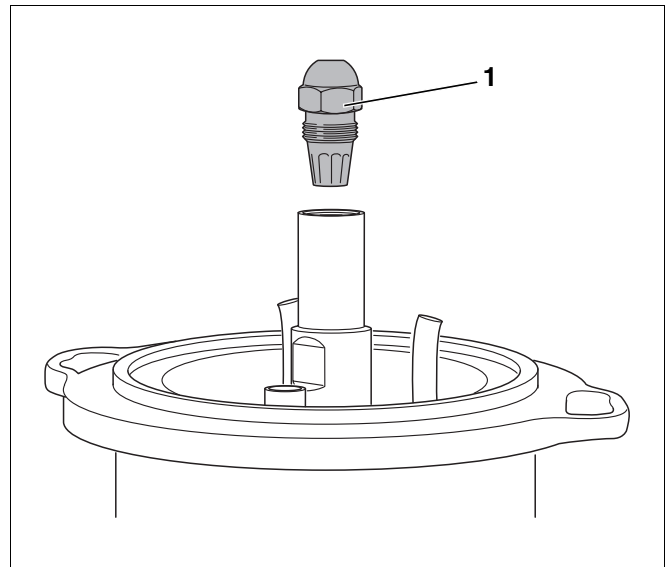

Abb. 34 Düse demontieren
- Düse (Abb. 34, **Pos. 1**) mit zwei Schraubenschlüsseln SW 16 und SW 19 lösen und abnehmen.
- Düse demontieren (Abb. 34, Seite 31).